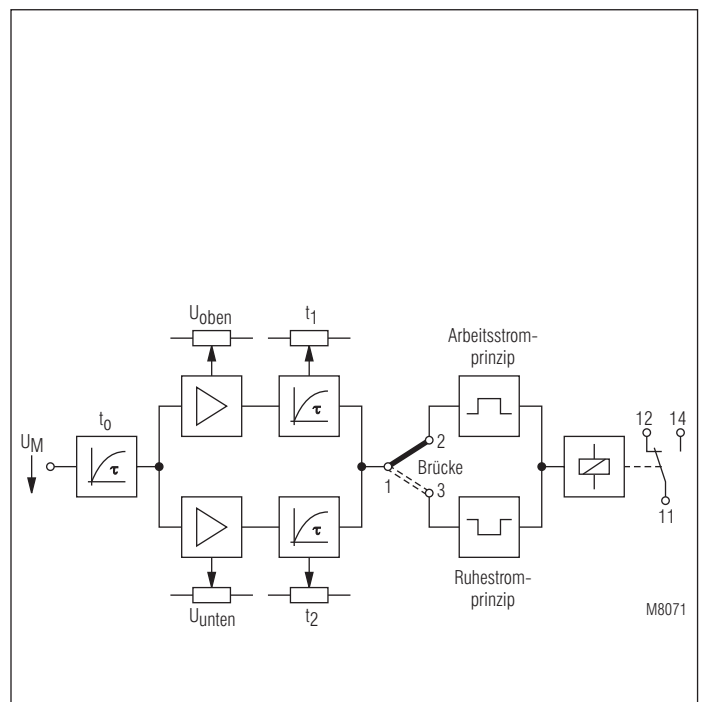

Bild 9
**Oberer Schaltpunkt, unterer Schaltpunkt, Reaktionsprinzip, Zeitverzögerung  $t_1$ , und Zeitverzögerung  $t_2$ .** Bild 9 zeigt anhand eines Blockschaltbildes die grundlegende Wirkungsweise eines Spannungsmessrelais.
Nach den theoretischen Vorüberlegungen wollen wir uns jetzt den praktischen Anwendungen mit Messrelais zuwenden. Insbesondere sollen aus dem Allgemeinfeld (Bild 9) konkrete Geräte gewählt werden.